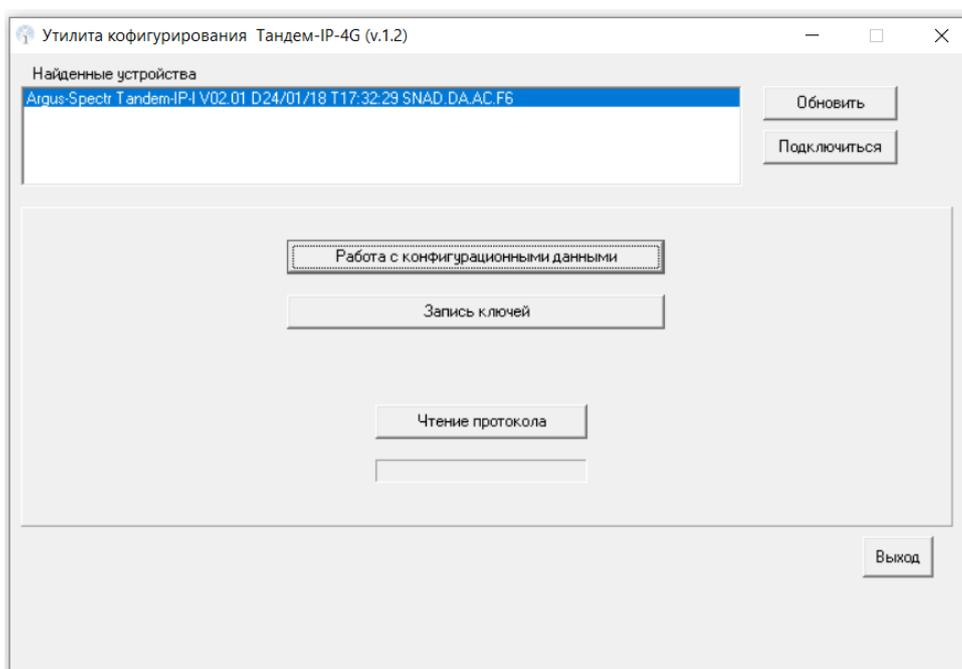
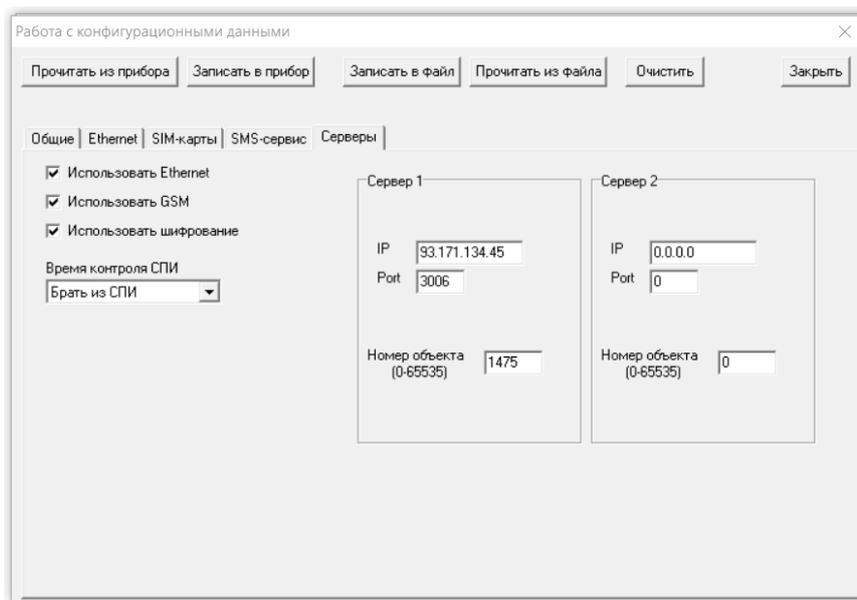

Рисунок 6.1
Рисунок 6.8
- В окне программы нажать кнопку "Обновить". В списке найденных устройств появится подключенный прибор. (Рисунок 6.1). Если приборов подключено к ПК несколько, то в найденных устройствах выбрать требуемый.
- Для возможности передачи извещений на ПЦН необходимо настроить каналы связи с ПЦН. Перейти во вкладку "Серверы", отметить галочкой используемые каналы связи с ПЦН ("Использовать Ethernet" и / или "Использовать GSM"). Следует иметь ввиду, что канал Ethernet является приоритетным по отношению к каналу GSM. Ввести параметры основного (Сервер 1) и при необходимости резервного (Сервер 2) серверов ПЦН (Рисунок 6.8).
- При использовании шифрования связи с ПЦН (при установке галочки "Использовать шифрование", см. Рисунок 6.8) необходимо записать ключи в прибор – нажать на кнопку "Запись ключей" (см. Рисунок 6.1). Ключи формируют в ПО ПАК или ПО Курьер, установленного на ПК ПЦН, во время добавления объектового оборудования в ПО ПЦН согласно его РЭ.